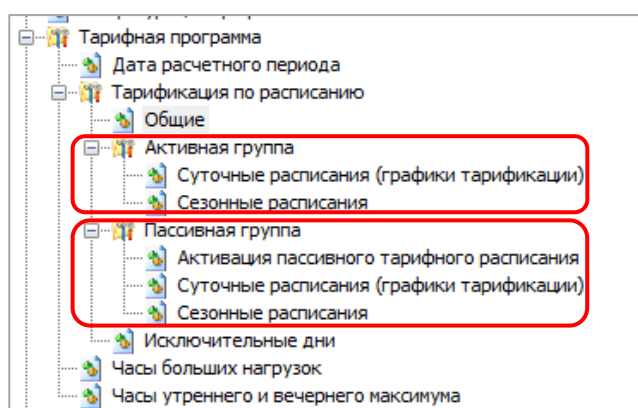

Рисунок 97
- 32 суточных расписаний переключения тарифа, в каждом до 16 точек переключения тарифа (см. рисунок 97). Одна точка переключения тарифа содержит: время начала действия тарифа (чч:мм) и тариф (т) (рисунок 99); Порядок задания тарифов – произвольный. Если переключение не используется, то в соответствующих полях необходимо установить значения: время – 00:00, тариф – нет;
- 12 сезонных недельных расписания (см. рисунок 97). Каждое содержит: дату начала действия расписания (дд.мм) и номер суточного расписания переключения тарифов для каждого дня недели (пн, вт, ср, чт, пт, сб, вс) от 1 до 32 (рисунок 100). Если сезонное недельное расписание надо отключить, то в графе «Использовать» задается «-», в противном случае «+».
Исключительные дни (48 штук)²⁴ применяются сразу после записи (см. рисунок 97). Каждый исключительный день содержит, месяц год и номер суточного расписания переключения тарифа от 1 до 32 (см. рисунок 101). Если исключительный день не используется, то в графе «Использовать» задается «-», в противном случае «+».